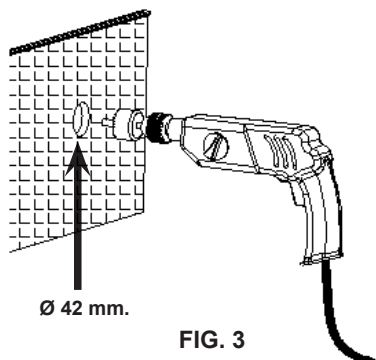

FIG. 3
1. Utilizando uma broca de núcleo, faça um furo circular de 42 mm de diâmetro na parede (Fig. 3).